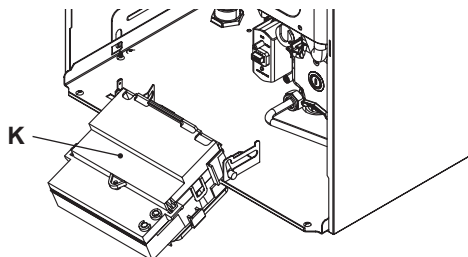

Рис. 5.18
- Найдите крышку К клеммной колодки К (Рис. 5.18), отвинтите винты и откройте ее.